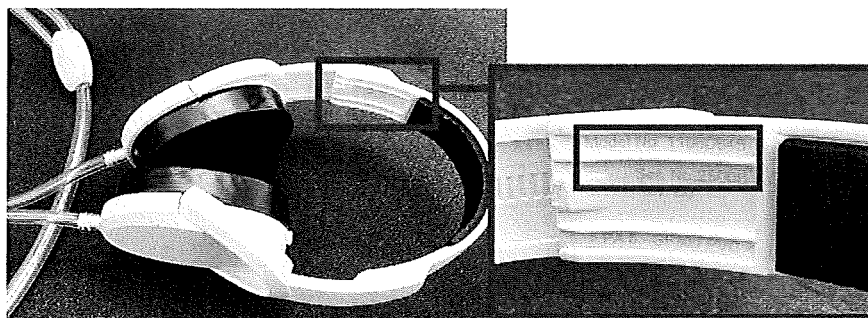

Figura 1: Ubicazione del numero di modello e del numero di serie sulle cuffie
- Controllare il numero di modello e il numero di serie delle cuffie utilizzate. Per individuare la posizione di queste informazioni sulle cuffie, vedere la *Figura 1*. Se il numero di modello non è identico o il numero di serie non è compreso nell'intervallo indicato (7981 - 32200), le cuffie non sono interessate da questo problema.